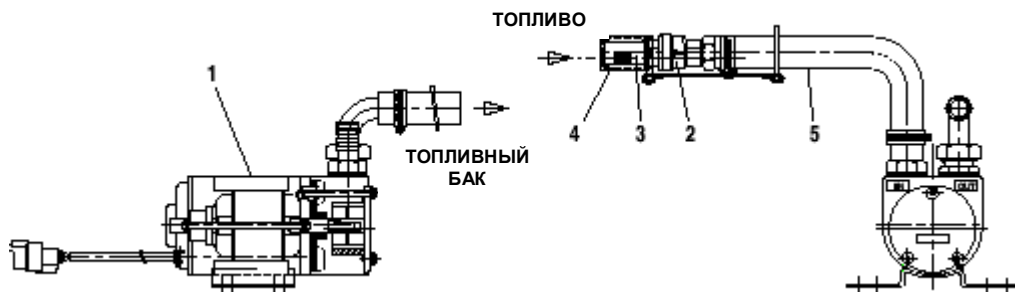

Рисунок 137
ПРИМЕЧАНИЕ: *Держите крышку топливного фильтра (4, Рисунок 137) под рукой, чтобы установить ее на место (3) после перекачивания.*
5. Поднимите впускной шланг (5, Рисунок 137) из заправочного источника и на 2-3 секунды установите переключатель в положение «I» (ВКЛ), чтобы слить оставшееся в шланге топливо в топливный бак.
6. Установите крышку фильтра (4, рисунок 137) на приемный фильтр (3) и верните шланг (5) в положение хранения.